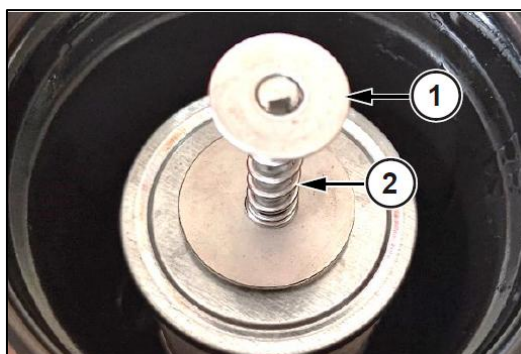

Fig. 312 - VERWIJDER DE RING EN VEER
7. Verwijder de ring (1) en veer (2) Fig. 312.